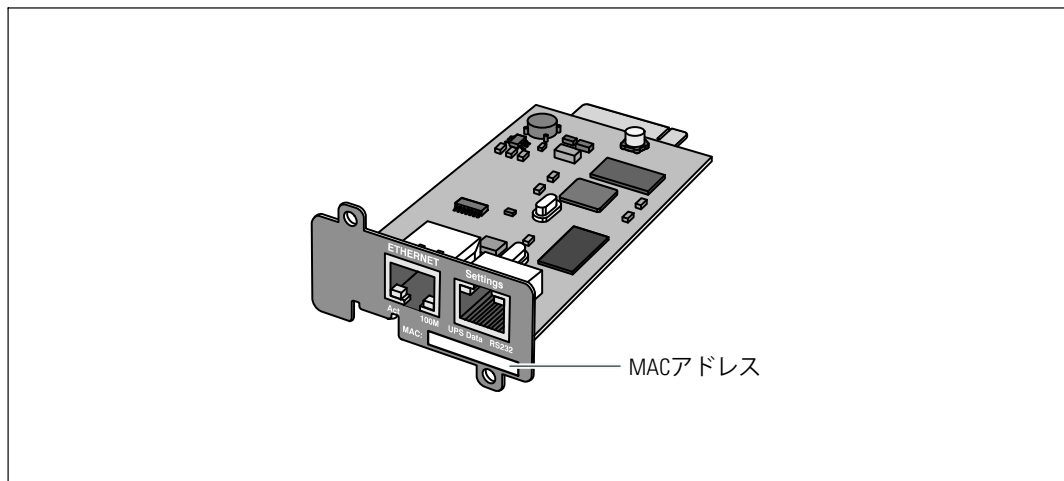

図2. MACアドレスのロケーション
- MACアドレスは、カードの前面のラベルに記載されています (図2を参照)。